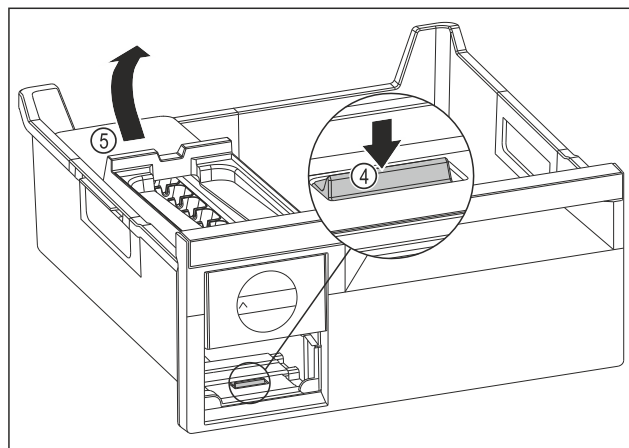

Fig. 83
- Retirer le corps de l'EasyTwist-Ice : Avec le doigt, pousser la languette Fig. 83 (4) vers le bas tout en soulevant de l'autre main le corps de l'EasyTwist-Ice Fig. 83 (5) depuis l'arrière.